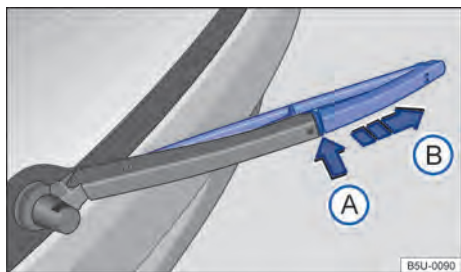

Fig. 167 Substituir a palheta do limpador do vidro traseiro.
- Manter a tecla de destravamento → Fig. 167 (A) pressionada e, ao mesmo tempo, retirar a palheta dos limpadores do para-brisa no sentido da seta.
- Retirar a palheta do limpador do vidro traseiro no sentido da seta (B).